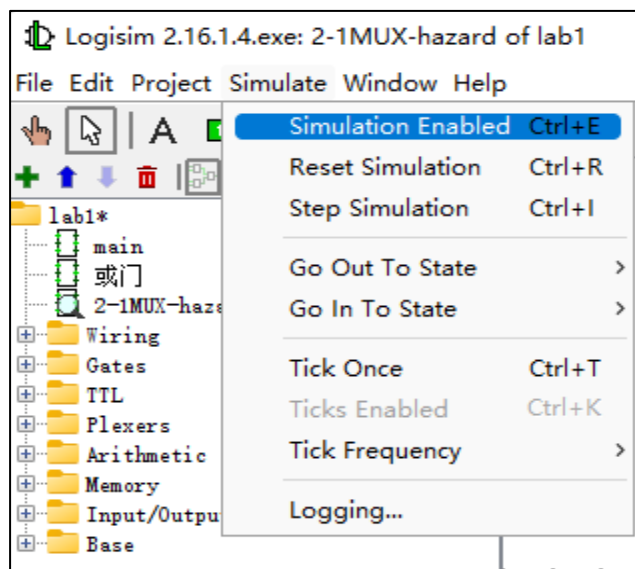

图 1.15 Simulate 菜单下取消仿真使能
② 如图 1.15 所示，在 Logisim 的 Simulate 菜单下，取消仿真使能 (Simulation Enabled) 前的选中开关，使得电路从连续仿真状态变为单步仿真状态。